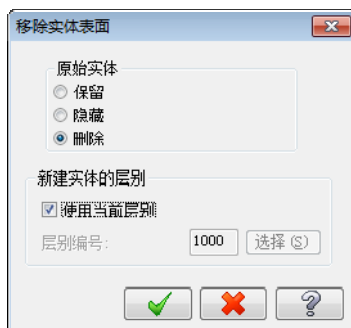

图 7-86 “移除实体表面”对话框
- 04 系统弹出“移除实体表面”对话框，在“原始实体”选项区中选中“删除”选项，其他选项均按系统默认值，如图 7-86 所示。